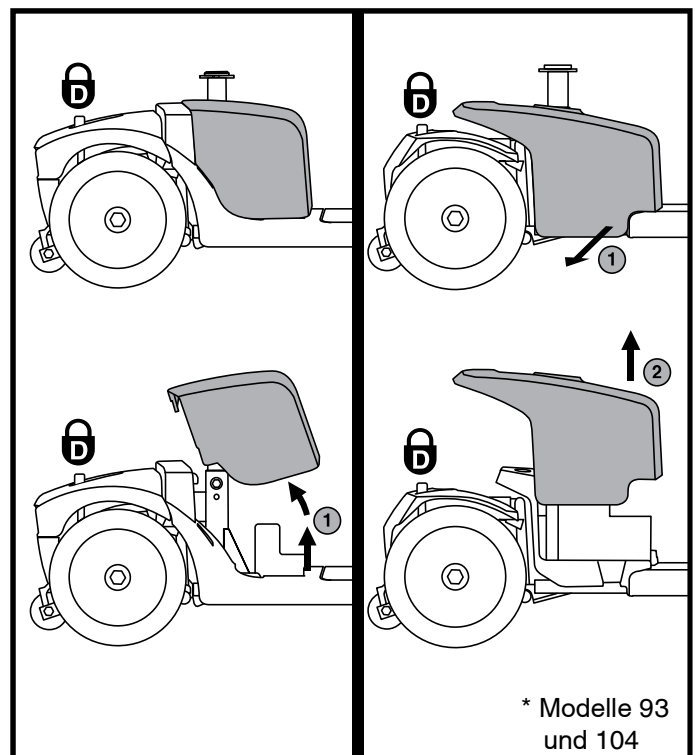

Abb. 13. Battery Entfernen/Anbringen der Verkleidung
1. Entfernen Sie den Sitz und die hintere Abdeckung. **Siehe Abb. 13.**